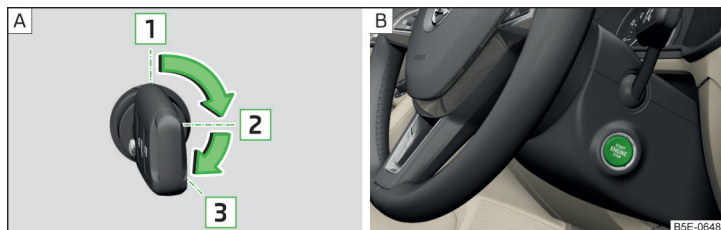

Fig. 240 Posicionamiento de la llave del vehículo en el contacto / Botón de inicio
» fig. 240 - [A]
» Presionar el botón » fig. 240 - [B], el encendido es conectado/desconectado.
» En vehículos con **cerradura de encendido**, girar la llave en la posición **3** » fig. 240 de la pág. 212 - [A], se realiza el proceso de inicio. Luego suelte la llave, el motor arranca automáticamente.
» En vehículos con **botón de inicio**, presionar brevemente el botón » fig. 240 de la pág. 212 - [B], el motor arranca automáticamente.
- » En vehículos con **cerradura de encendido**, girar la llave en la posición **1** » fig. 240 de la pág. 212 - [A].
- » En vehículos con **botón de inicio**, presionar el botón » fig. 240 de la pág. 212 - [B], el motor y el encendido son desconectados al mismo tiempo.
» Mantener presionado el botón » fig. 240 de la pág. 212 - [B] o presionarlo dos veces dentro de 1 segundo.